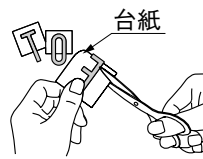

図6-2
- ② 文字を切らないように注意して、台紙をハサミで5分の1程度切り取ってください。(図6-2参照)